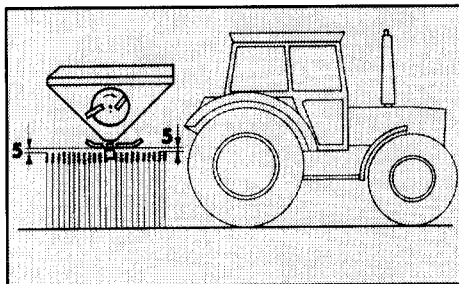

Fig. 7.4
- Anpassa arbetshöjden med hjälp av traktorns 3-punktslyft så att avståndet mellan grödans toppar och spridartallrikarna blir ca **5 cm**, montera ev dragarmarna i maskinens undre (Fig. 7.4).